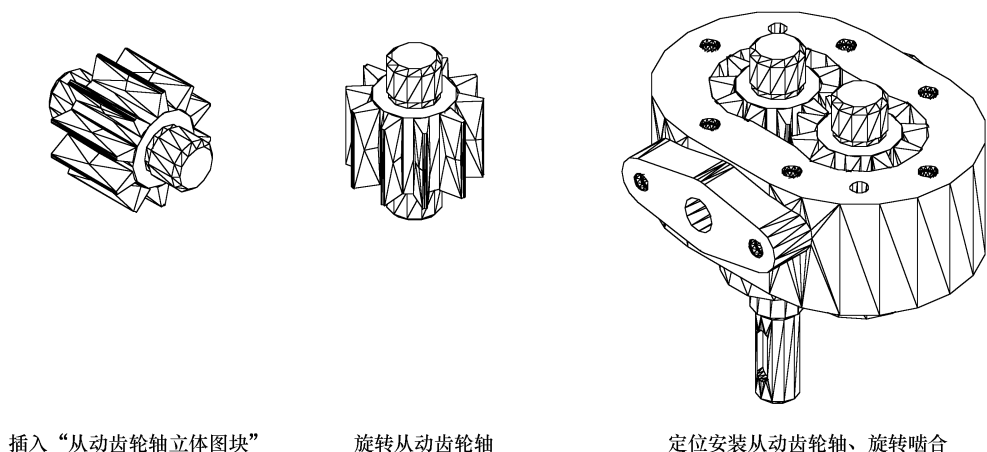

图 13-54 安装从动齿轮轴
Step 3 插入“从动齿轮轴立体图块”，并定位安装：继续执行插入块操作，插入“从动齿轮轴立体图块”。调整 UCS，调用“旋转”命令，调整从动齿轮轴方位。调用“移动”命令，定位安装从动齿轮轴。调整 UCS，调用“旋转”命令，旋转从动齿轮轴，与主动齿轮轴齿轮正确啮合。安装从动齿轮轴，如图 13-54 所示。